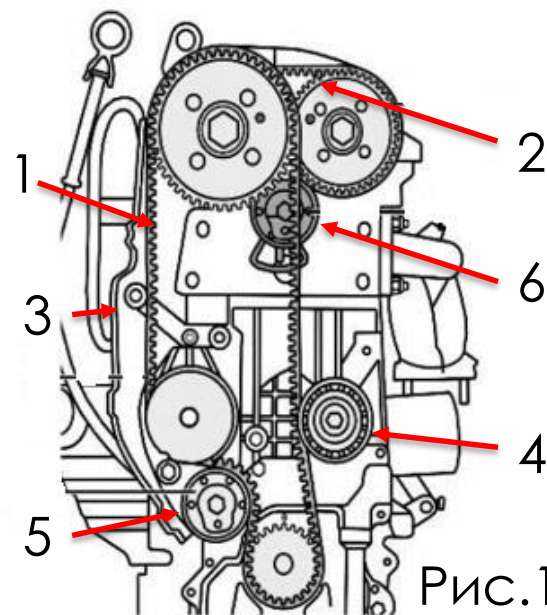

Рис.1
- 1) Ослабьте фиксирующий болт натяжного ролика **GT357.25** (рис.1 поз.5). Используя шестигранный ключ, поверните натяжной ролик против часовой стрелки.
- 2) Снимите зубчатый ремень (рис.1 поз.1), натяжной ролик, затем снимите оба обводных ролика **GE357.24** (рис.1. поз.3) и **GE357.23** (рис.1 поз.4).
- 1) Ослабьте фиксирующий болт натяжного ролика **GT357.26** (рис.1 поз. 6). Используя шестигранный ключ, вращайте натяжной ролик по часовой стрелке, чтобы снять натяжение ремня.
- 2) Снимите ремень (рис.1 поз.2) и натяжной ролик.